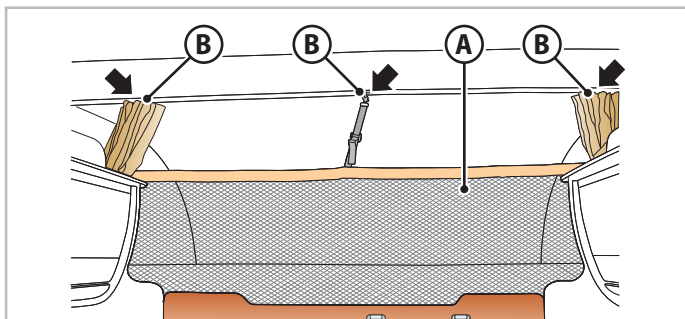
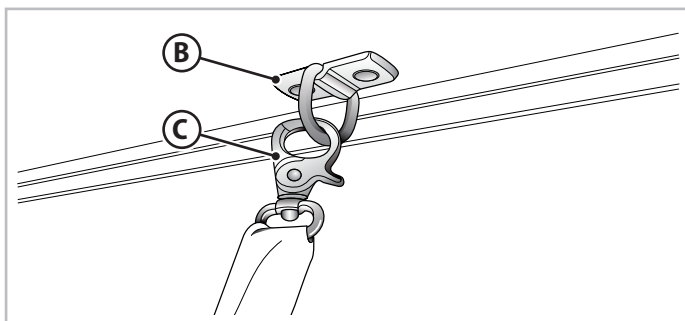

Fig. 6.22 - Beskyttelsesnet til sænkeseng
Fig. 6.23 - Beskyttelsesnettets krog
- Fastgør beskyttelsesnettet (**A** - Fig.6.22) ved hjælp af kroene (**B** - Fig.6.22 og Fig.6.23) i de relevante ringe (**C** - Fig.6.23).